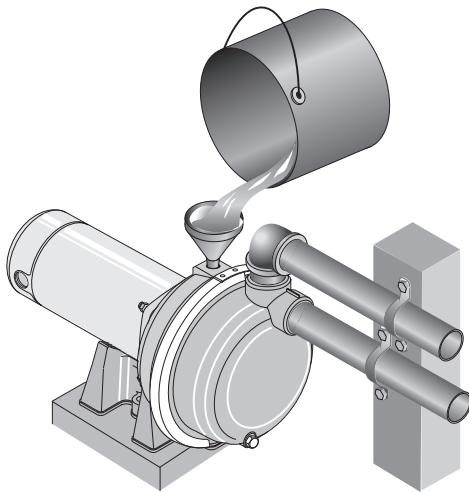

Figura 5 - Llene la bomba antes de comenzar
3. Llene la bomba y el tubo de succión con agua (Figura 5).